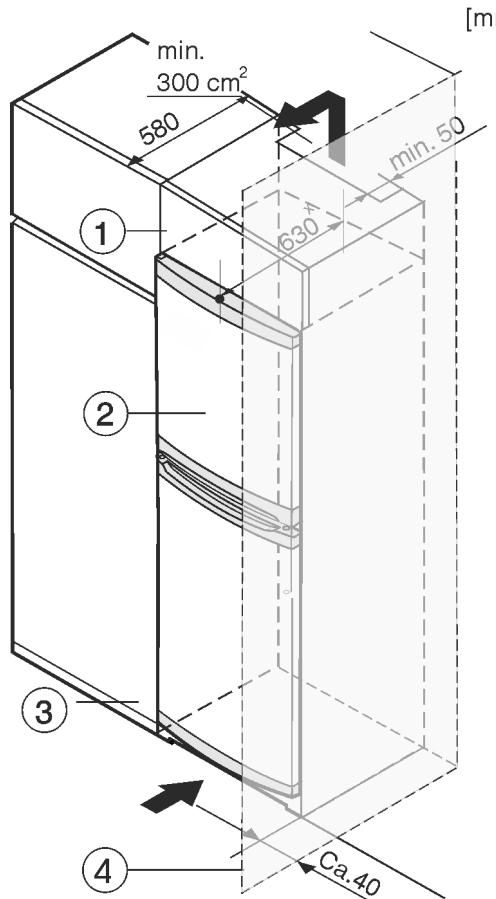

Fig. 8
(2) Устройство
(4) Стена
Устройство может быть окружено кухонными шкафами. Чтобы уравнять устройство Fig. 8 (2) по высоте с кухонной стенкой, можно установить над устройством дополнительный шкафчик Fig. 8 (1).
При комбинировании с кухонными шкафами (глубина макс. 580 мм) устройство можно установить непосредственно рядом с кухонным шкафом Fig. 8 (3). Устройство выступает сбоку на 34 мм и по центру на 50 мм относительно передней стенки кухонного шкафа.
Если устройство установлено на шарнирах у стены Fig. 8 (4), то расстояние между устройством и стеной должно быть не менее 40 мм. Настолько выступает ручка при открытой дверце.